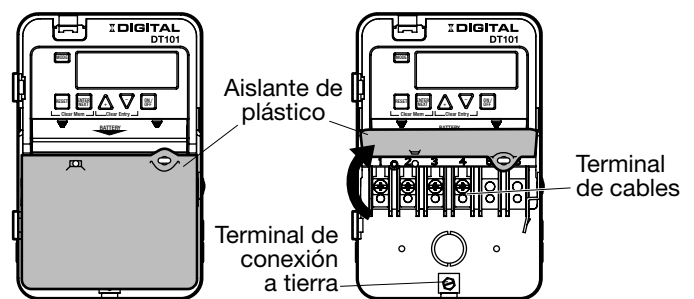

FIG. 4 Aislante de plástico y terminales de cable
1. Levante el lado izquierdo del aislante de plástico del poste de sujeción y gírelo hacia arriba y hacia afuera para exponer la regleta de terminales. Consulte FIG. 4.
4. Conecte el cable de conexión a tierra al terminal de tierra que se encuentra en la parte inferior de la caja. Consulte FIG. 4.